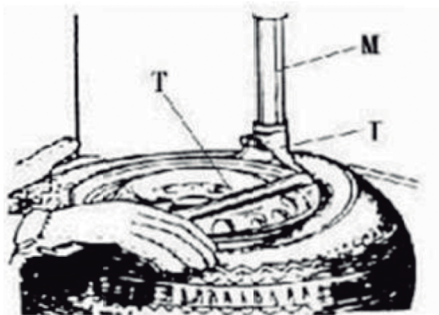

Fig. 6
Abaixe o Braço Vertical (M) até que o cabeçote de montagem/desmontagem (I) fique ao lado da borda da borda do aro, gire a Alavanca de Fixação para fixar o Braço Vertical e o Braço Oscilante na posição, e também ajuste o Balancim para que o cabeçote de montagem/desmontagem possa se levantar 2mm-3mm automaticamente da borda do aro da roda. Insira a Alavanca de Suspensão (T) entre o talão do pneu e a parte dianteira do cabeçote de montagem/desmontagem (I), e mova o pneu acima do cabeçote de montagem/desmontagem, como mostrado na Fig. 6.